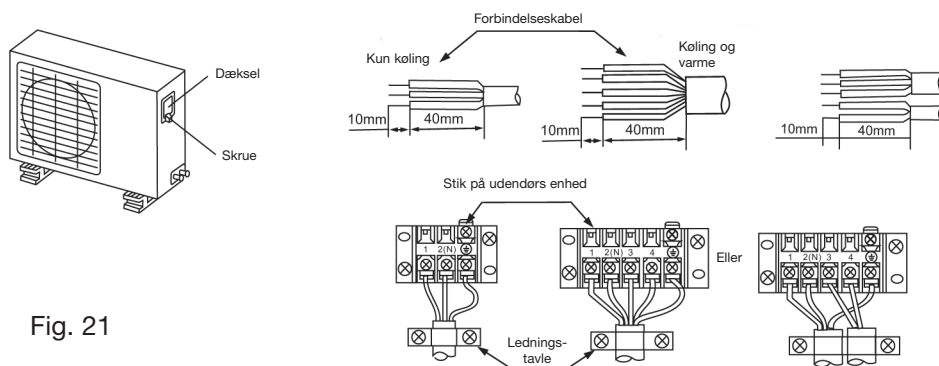

Fig. 21
2. Tilslut kablet til terminalerne i overensstemmelse med numrene/symbolerne på klemblokken på den indendørs og den udendørs enhed. Se fig. 21 (terminal 1 til terminal 1 osv).